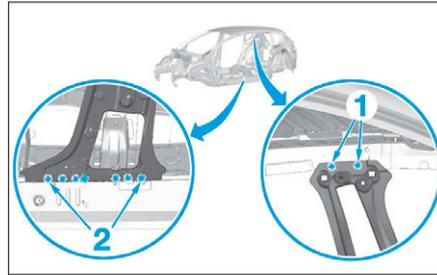

FIG. 91
- Dépointer et fraiser comme illustré en (1) et (2) (Fig.91).